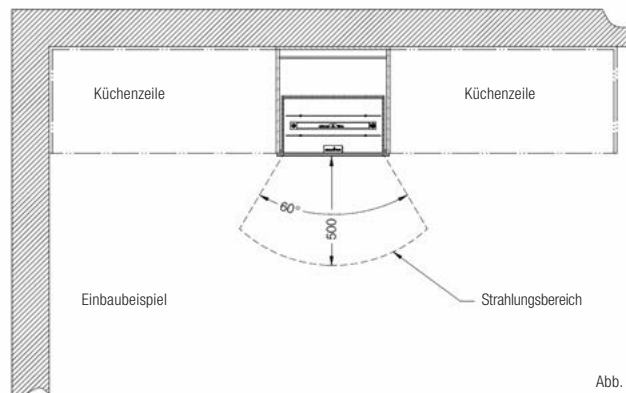

Abb. 2
- Innerhalb des Strahlungsbereiches (500 mm) dürfen keine brennbaren Gegenstände (Dekorationen, Kleidungsstücke, etc.) abgestellt werden. (siehe Abb. 2)